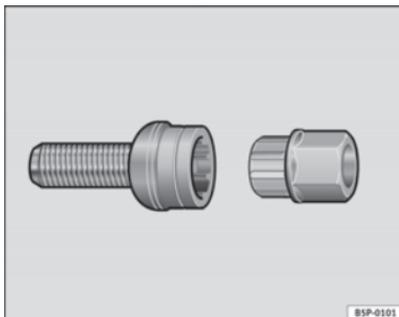

Abb. 127 Diebstahlhemmende Radschrauben
- Setzen Sie den Adapter bis zum Anschlag in der diebstahlhemmenden Radschraube ein ⇒ Abb. 127.